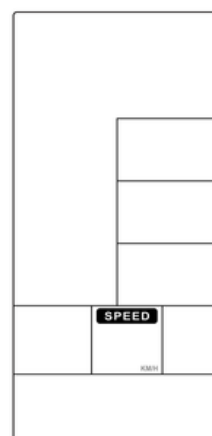

Figura 50
a. Mantén presionadas las teclas START y ENTER durante 2 segundos, el buzzer emitirá un beep largo. SPEED permanecerá encendido, M/H y KM/H parpadearán una vez por segundo [Figura 50~51].